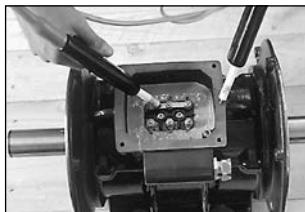

FIG. 7
- Controllare l'isolamento del motore verso massa, utilizzando un prova rigidità alla tensione di 2.0 kV per 5 secondi (fig.7). Qualora vengano riscontrate anomalie contattare subito la O.M.B.
- the motor insulation towards ground, by using a rigidity proof at 2.0 kV tension for 5 seconds (fig. 7).
- Überprüfen Sie die Isolation der elektrischen Wicklung gegen Masse, mit einer Prüfung auf Durchschlagsfestigkeit bei 2kV während 5 Sekunden (Bild 7)